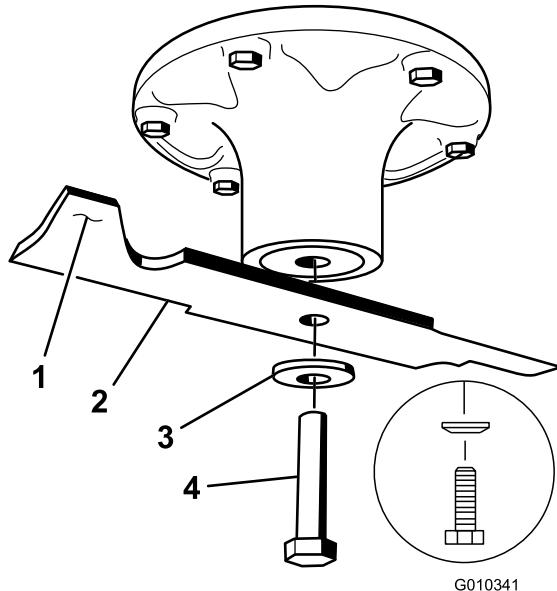

Figure 57
2. Enlevez de l'axe, le boulon, la rondelle bombée et la lame (Figure 57).
1. Placez la lame sur l'axe (Figure 57).
2. Montez la rondelle bombée (face concave vers la lame) et le boulon de lame (Figure 57).